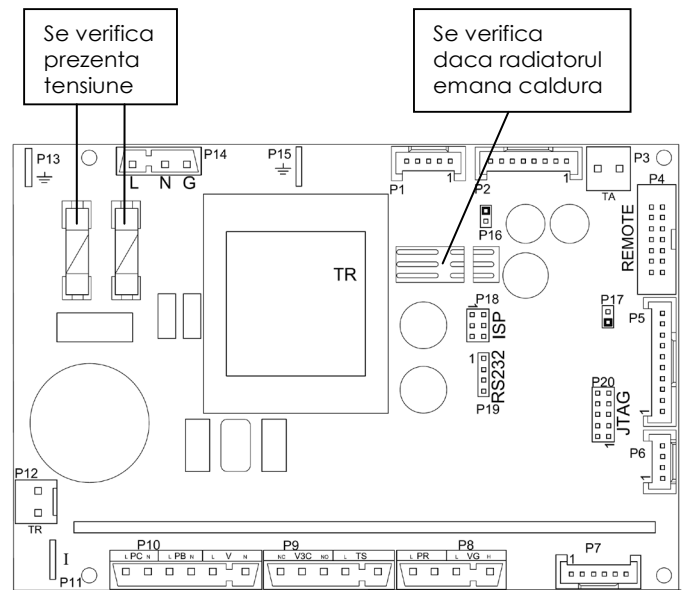

Fig.9.1 Placa electronica
c) Se verifica prezenta tensiune dupa sigurantele care sunt pe etajul de intrare in placa (vezi fig. 9.1). Se masoara cu voltmetru, prezenta tensiune 230V. Daca corespunde se trece la pct b). Daca nu corespunde se inlocuiesc sigurantele si se verifica prezenta tensiune in retea.
d) Se verifica daca transformatorul de pe placa este cald si radiatorul din dreapta acestuia emana caldura (vezi fig. 9.1) Daca corespunde se trece la verificarile e) . Daca nu corespunde se inlocuieste in urmatoarea ordine: